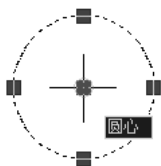

图 1-45 选中夹点的颜色
(2) “选中夹点颜色”下拉列表：设置选中夹点的颜色。默认设置为红色实心方块，如图 1-45 所示。